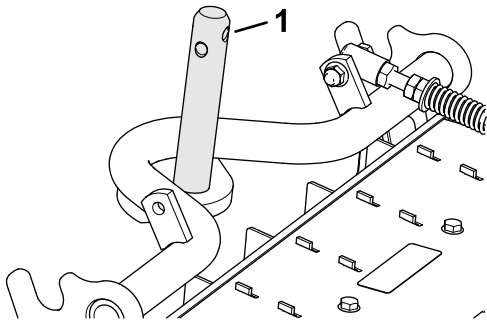

Bild 8
4. Schmieren Sie den Trägerrahmen mit sauberem Schmiermittel ein (**Bild 8**).